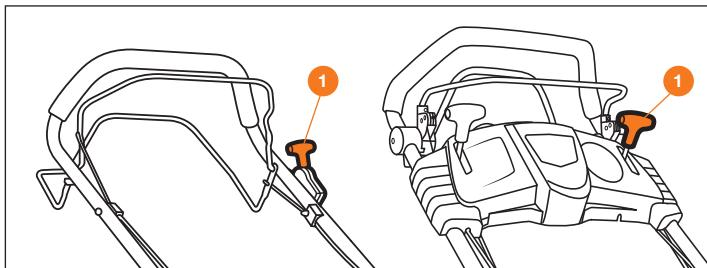

Рис. 16
Выбор передачи производите рычагом ① (Рис. 16).